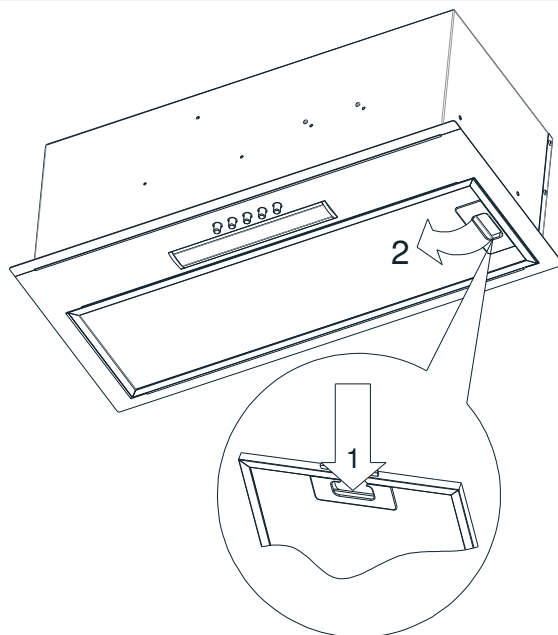

Rys. 4a Przygotowanie szafki
1. Przygotować szafkę do montażu okapu, należy wyciąć otwór w spodzie szafki zgodnie z rysunkiem (Rys. 4a). W przypadku, gdy konstrukcja szafki nie pozwala na wycięcie otworu, należy zdemontować dolną płytę szafki (Rys. 4b).